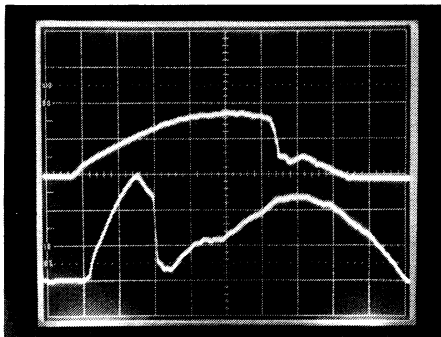

Fig 4 : courant dans le triac en cas de cours circuit de la charge :
- 1) Court circuit franc de la charge (Fig. 4).